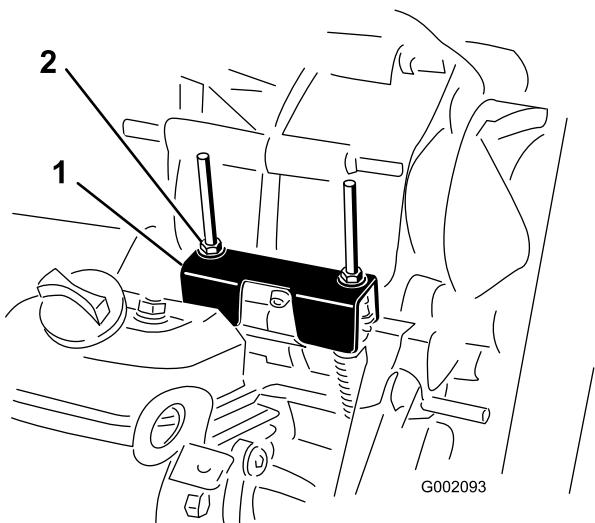

図 59
定期整備を行う時やエンジンの故障診断を行う時には、トランスアクスルをニュートラルにシフトしておく必要があります 図 59。トランスアクスルをニュートラル位置にするにはシフトレバーをニュートラル位置にします。以下の操作を行って、ニュートラルでシフトレバーが正常に機能することを確認してください
2. ニュートラルプラケットがニュートラル位置シフトプラケットの下にあるケーブル取り付けプラケットと面一になっていることを確認する 図 59。
3. ロックナット図 59のうちの1個を締め付けて、0.761.52mm のすきまを作る。